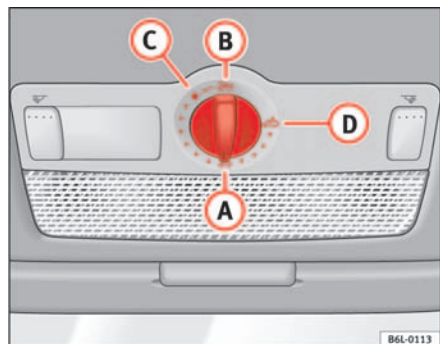

Fig. 53 Detalle del revestimiento interior del techo: mando giratorio del techo corredizo / deflector
- Gire el mando a la posición **A** ⇒ fig. 53 ⇒ ⚠.